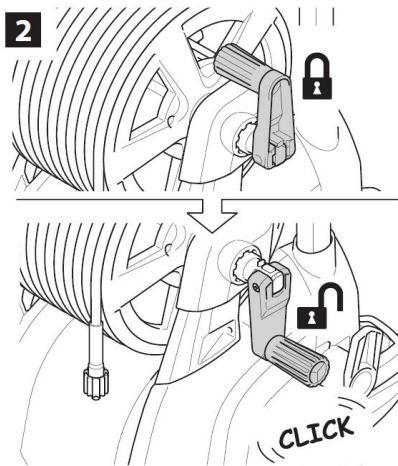

Abb. 5: Montage
Schritt 1: Installieren Sie die Trommel-Führung und stellen Sie Ihre gewünschte Griffhöhe ein (Pos. 1, Abb. 5).